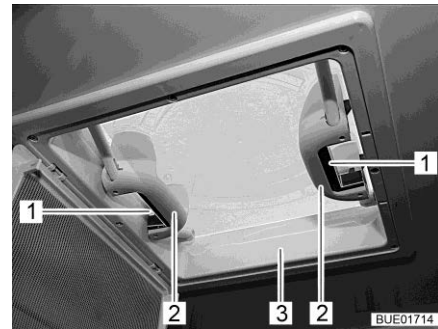

Bild 62 Griffe mit Schnappverschlüssen
- Schnappverschluss (Bild 62,1) zur Innenseite der Dachhaube (Bild 62,3) drücken. Gleichzeitig mit dem Griff (Bild 62,2) die Dachhaube nach oben drücken.
- Dachhaube (Bild 62,3) an beiden Griffen (Bild 62,2) kräftig nach unten ziehen, bis beide Schnappverschlüsse (Bild 62,1) eingerastet sind.